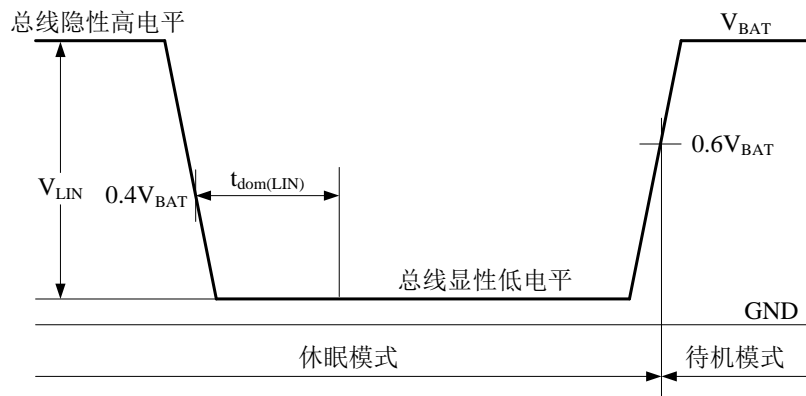

图 5 远程唤醒时序图
**LIN 引脚上的远程唤醒：**当 LIN 引脚通过一个下降沿拉低至低电平后，下一时刻出现一个上升沿，且该上升沿与前一时刻下降沿之间的低电平维持时间大于  $t_{wake(dom)LIN}$ ，则该过程被视为一个有效的远程唤醒（如 图 5 所示）。